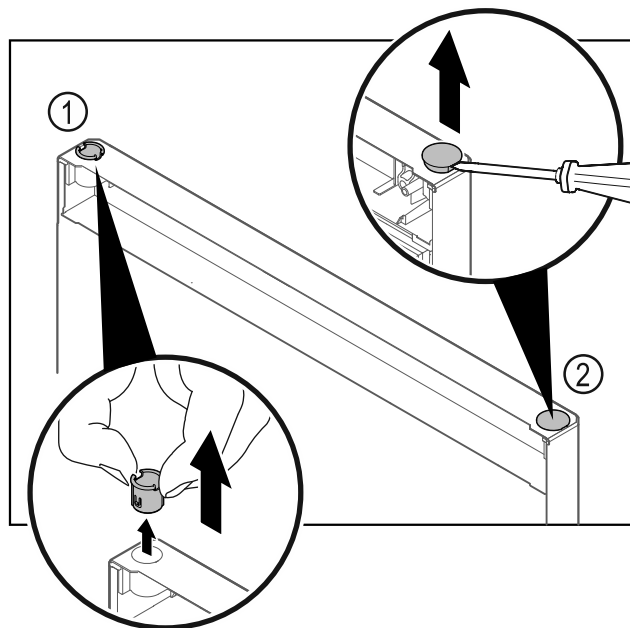

Fig. 11
- ▶ Pouzdro závěsu Fig. 11 (1) vytáhněte prsty.
- ▶ Krycí zátku Fig. 11 (2) opatrně nadzvedněte plochým šroubovákem a vytáhněte.